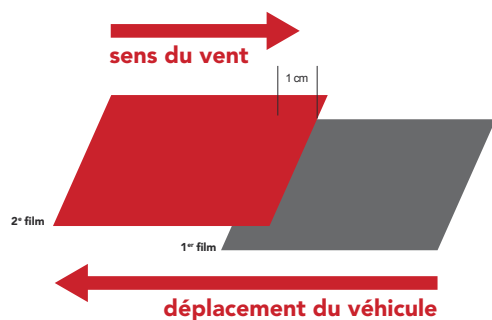

Figure 20
- Recouvrement vertical sur une surface mobile : la pose se faisant toujours de l'arrière vers l'avant du véhicule, le 2^{ème} film chevauchera le 1^{er}, etc. (FIG. 20)